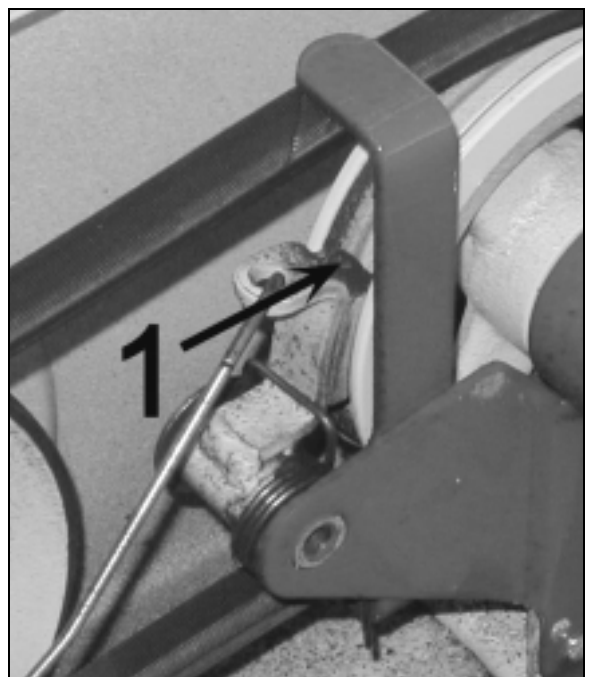

Figure 23
- Vous devez contrôler le frein de lame (figure 23, repère 1) toutes les semaines car c'est une pièce d'usure. Sa méthode de contrôle consiste à mesurer le temps que la lame mais pour s'arrêter lorsque vous relâchez la poignée d'embrayage. Si son temps dépasse les 7 secondes, faites changer le frein de lame par votre revendeur immédiatement.